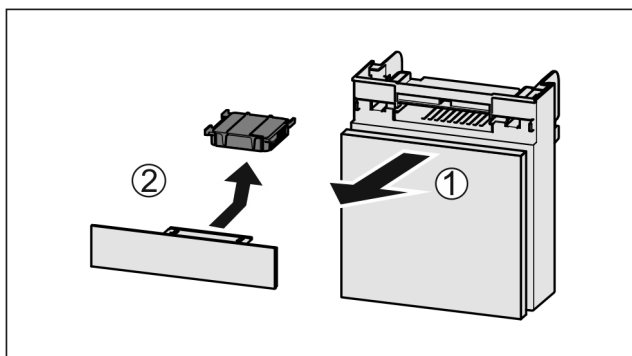

Fig. 122
- ▶ Pretinac izvucite Fig. 122 (1) prema naprijed.
- ▶ Izvadite filter s aktivnim ugljenom Fig. 122 (2).